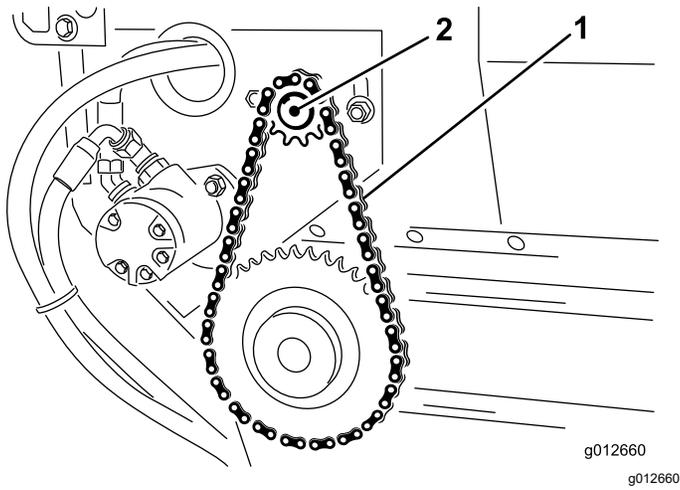

図 24
3. モータ sprocket アセンブリをメインフレームに固定しているボルト・ナットをゆるめる 図 24。
4. モータ sprocket アセンブリを回して 図 24 コンベアベルトのチェーンのたわみが 3.2 mm になるように調整する。
5. 取り付けボルトを締め付ける 図 24。